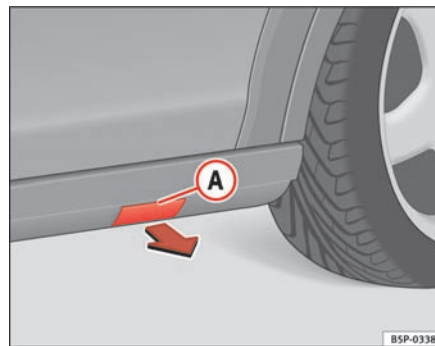

Fig. 181 Talonera de plástico con tapa para anclaje de gato
- Retire la tapa **A** para acceder a los puntos para el anclaje del gato del vehículo. ⇒ **fig. 181**
- Tire de la tapa y extráigala de su alojamiento en el sentido de la flecha. ⇒ **fig. 181**